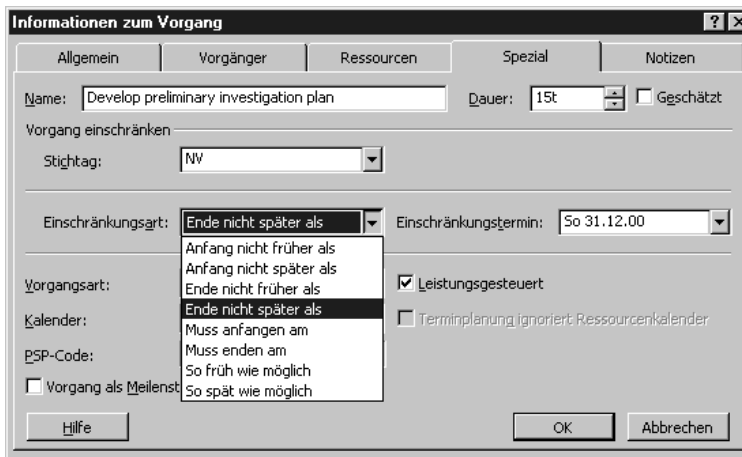

Abbildung 7.2:
Sie können Vorgangseinschränkungen in das Dialogfeld INFORMATIONEN ZUM VORGANG eingeben. In Abbildung 7.2 wird Vorgang 10 eingeschränkt, dass er nicht später als am 31.01.2000 endet, da jede weitere Verzögerung das Produkt zu spät auf den Markt kommen lassen würde.
4. Wählen Sie aus der Pull-down-Liste im Feld EINSCHRÄNKUNGSART die gewünschte Art aus (siehe Abbildung 7.2).